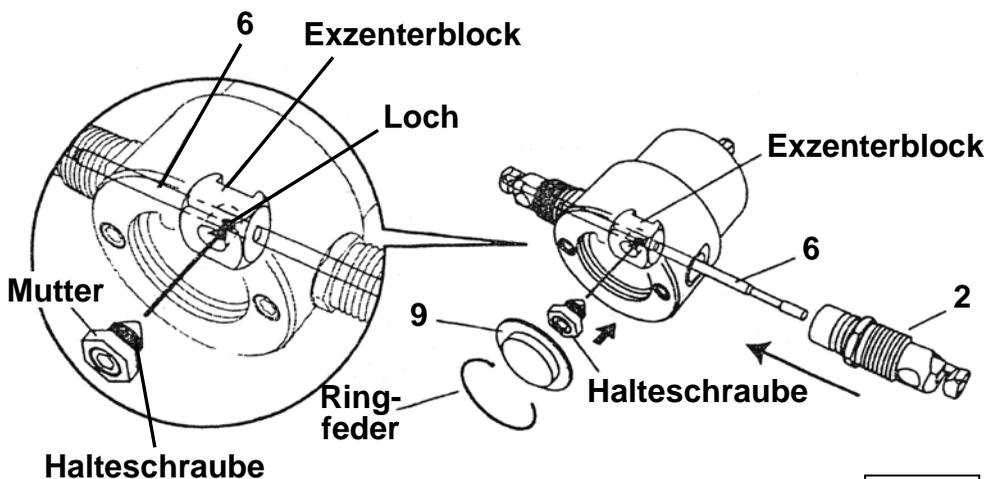

Bild 6
6. Montieren Sie das Gerät in umgekehrter Reihenfolge: Setzen Sie die Abdeckkappe auf und sichern Sie diese mit der Ringfeder. Setzen Sie die Schneidwellenhalter ein und fixieren Sie diese mit den Halteschrauben. Schrauben Sie den Handgriff auf (Bild 6).
6. Re-assemble the unit in reverse order: Install the cover and the coil spring. Install the cutting shaft holders and secure them with the fixing screws. Then screw the handle on the cutting shaft holder (fig. 6).